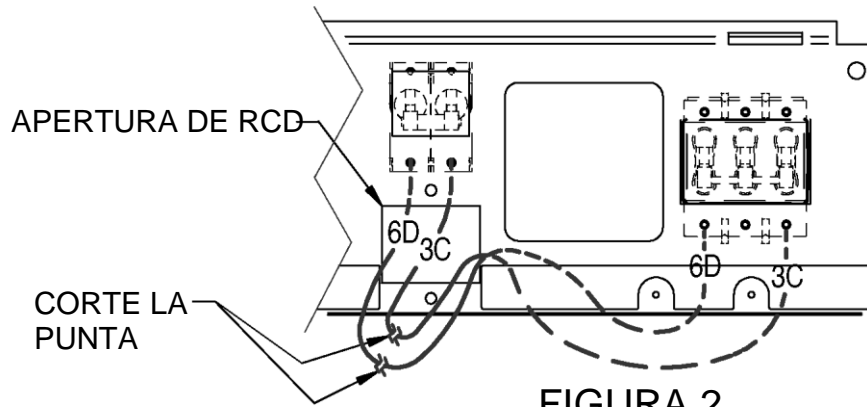

FIGURA 2
4. DIRIGIR LOS CABLES 3C Y 6D A TRAVÉS DE LA ABERTURA RCD COMO SE MUESTRA (VEA FIGURA 2). CORTE AMBOS CONDUCTORES COMO SE MUESTRA.